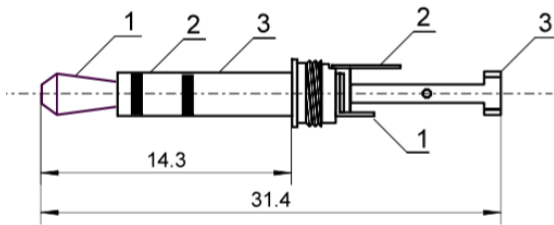

Abbildung 1: Belegungsplan vom Stecker
- Zukünftigen Erdungen (bspw. *schwarz* und *schwarz*) beider Kabel miteinander verdrillen und an *Masseöse* am Stecker anlöten (s. Belegungsplan Abb. 1). Am besten von innen durch Loch stecken, umbiegen und von außen verlöten (s. Abb. 2).
- Ein *rotes* Kabel am linken sowie das andere *rote* Kabel am rechten Kanal anbringen (s. Belegungsplan Abb. 1; durch Öse schieben, umbiegen und anlöten)